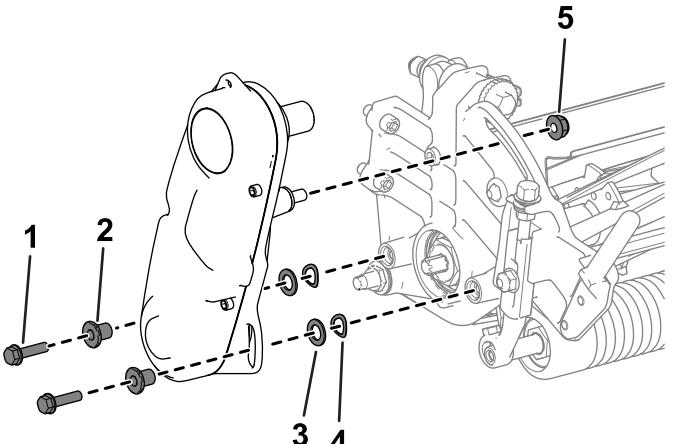

Figura 5
1. Retire las fijaciones que sujetan el conjunto de transmisión del molinete a la chapa lateral (Figura 5).
2. Retire el conjunto de transmisión del molinete, las arandelas planas, las arandelas de muelle y los espaciadores de la chapa lateral (Figura 5).